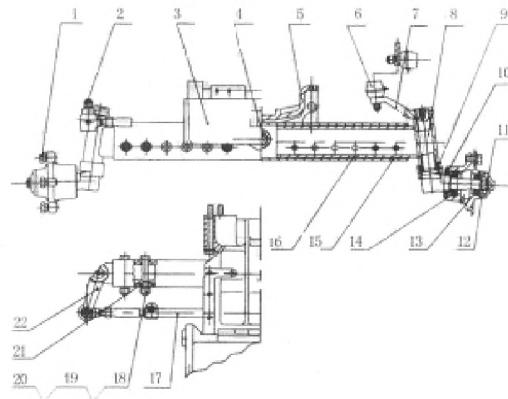

Рисунок 4-19. Телескопическая передняя ось.
В передней оси применяется телескопическая установка. Для регулировки ширины колеи ослабьте болт (18) (смогите рисунок 4-19). Передвигните левую и правую вспомогательные трубы и отрегулируйте поперечную ролевую тягу до требуемого положения, затем затяните болт и гайку. Диапазон регулировки составляет (970-1270) мм. Каждый шаг составляет 100 мм.